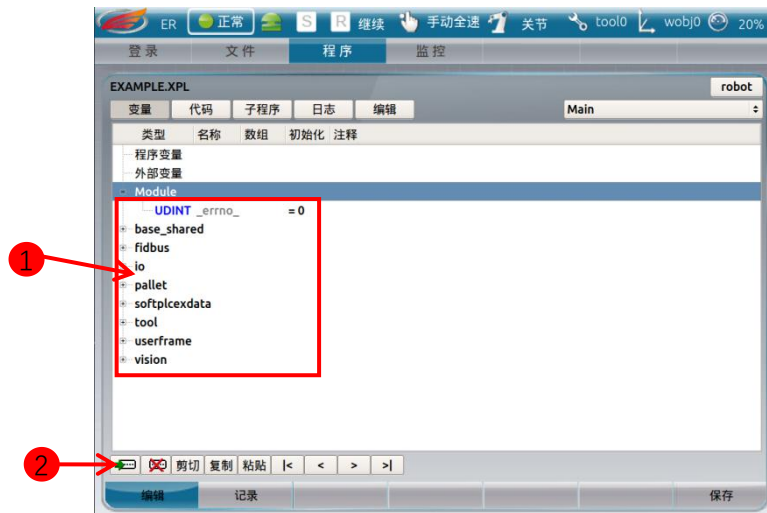

图 21
在 rpl 编程中有一些预定变量，这些变量主要为用户提供某些功能，用户只能查看、引用、赋值，不能修改这些变量的名称，这些变量为图 21 中标记 1 标注的变量“_errno_”及“base_shared”、“fidbus”、“io”等折叠栏中变量（图 21 所示为 tpu1.7.0 中预设变量，后续可能有变）。
1. 点击想要添加的变量的类型（如图 21 中添加的为 Module），再点击新建按钮“”（图 21 中标记 2），将弹出变量参数设置对话框（如图 22 所示）；